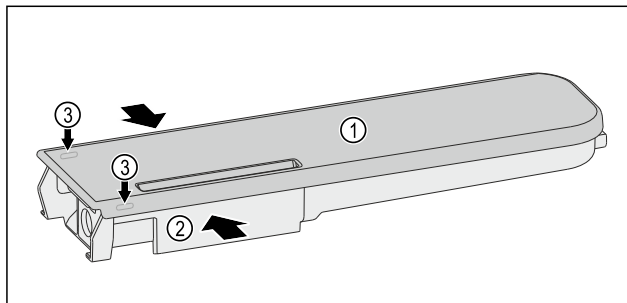

Fig. 134
- ▶ Druk het waterreservoir Fig. 134 (2) samen en til het deksel Fig. 134 (1) voorzichtig over de vergrendelingsnokken Fig. 134 (3) en trek het omhoog.
- Beweeg het deksel Fig. 134 (1) licht heen en weer en neem het naar boven toe af.